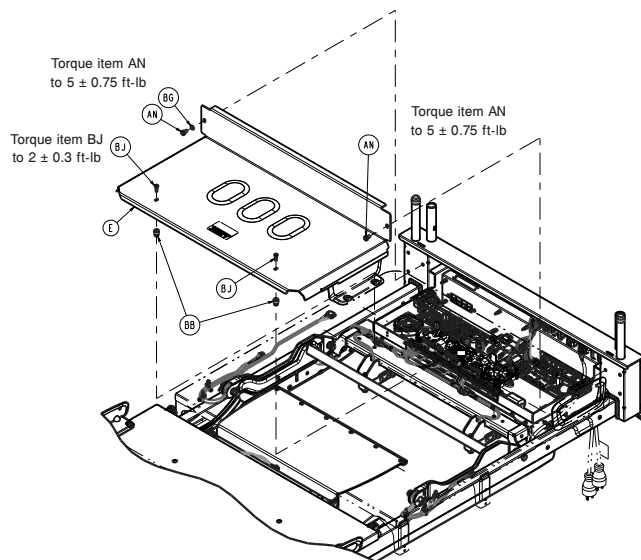

Figura 7 – Retirada de la tapa
14. Con un destornillador de tipo Torx T25, retire los dos tornillos (BJ) que fijan la tapa de la caja electrónica de la mesa (E) al conjunto de la caja electrónica (Figura 7). Guarde los tornillos.
15. Con un destornillador de tipo Torx T30, retire los dos tornillos (AN) que fijan la tapa de la caja electrónica de la mesa (E) al conjunto de la caja electrónica (Figura 7). Guarde los tornillos y la tapa.
17. Con un destornillador de tipo Torx T25, vuelva a colocar los dos tornillos (BJ) para fijar la tapa de la caja electrónica de la mesa (E) al conjunto de la caja electrónica (Figura 7).
18. Con un destornillador de tipo Torx T30, vuelva a colocar los dos tornillos (AN) para fijar la tapa de la caja electrónica de la mesa (E) al conjunto de la caja electrónica (Figura 7).